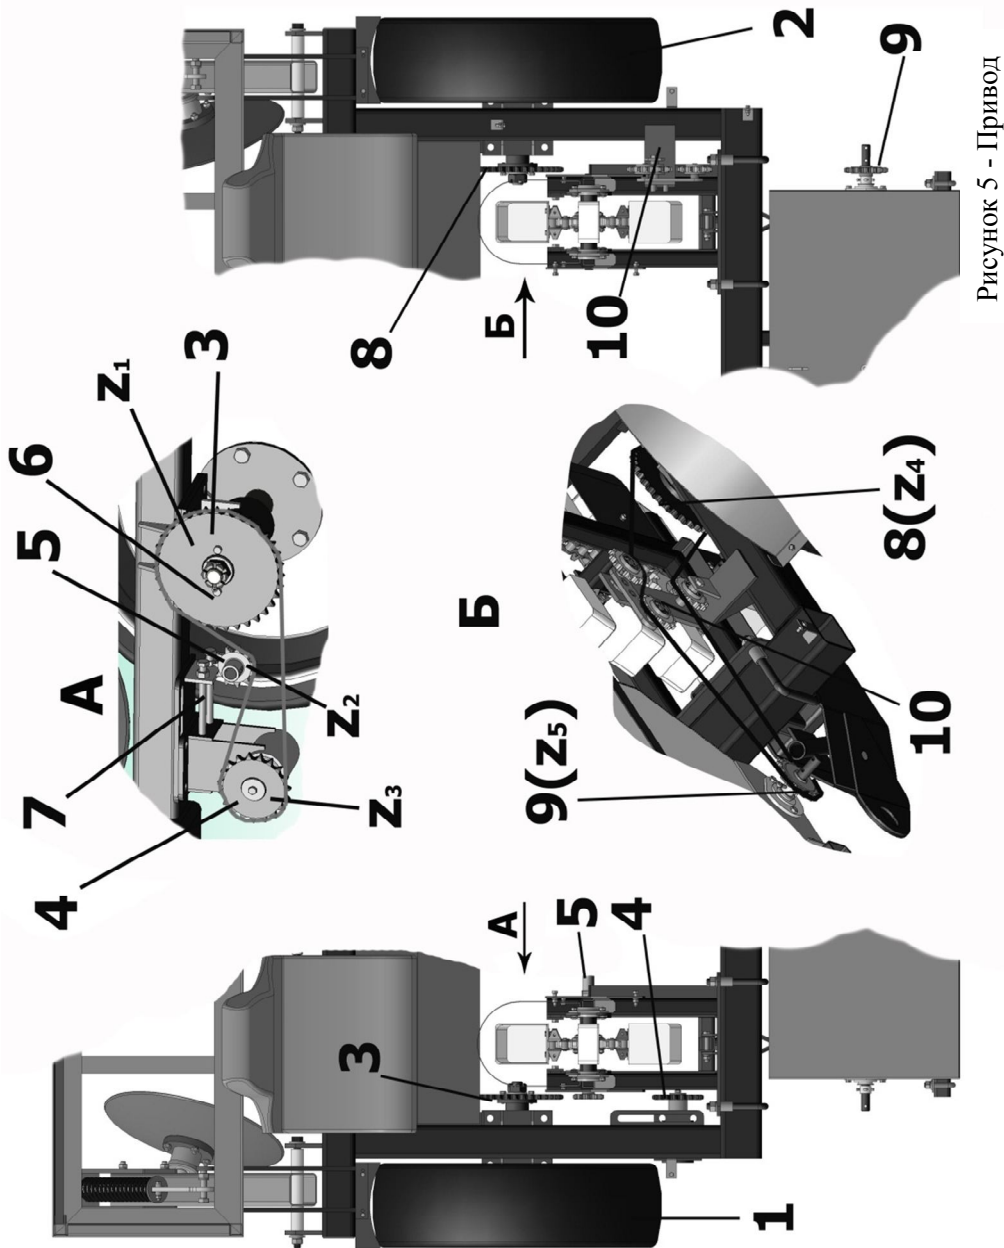

Рисунок 5 - Привод
3.6 Опорно-приводные колеса (рис.5) обеспечивают возможность передвижения машины в процессе работы и осуществляют привод туковывсевающего и высаживающего механизмов.